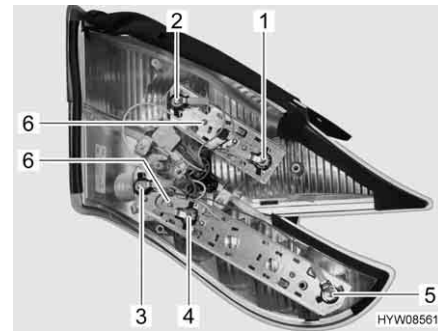

Fig. 127 Luci posteriori (lato posteriore)
- Svitare le due viti Torx (Fig. 127,6) del listello di supporto interessato sul lato posteriore dell'alloggiamento.